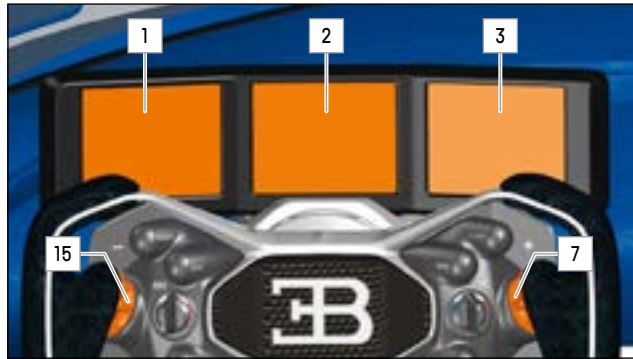

ABB.7 DISPLAYS UND LENKRAD
Mit Scroll-Rad 7 oder 15 (» Abb.7) am Lenkrad blättern Sie durch die Display-Seiten.
- 7 Scroll-Rad für das Display rechts (3)
- ▶ Mit Scroll-Rad 7 (» Abb.7) am Lenkrad blättern Sie durch die Seiten rechts.
- 15 Scroll-Rad für das Display links (1)
- ▶ Mit Scroll-Rad 15 (» Abb.7) am Lenkrad blättern Sie durch die Seiten links.
▶ Mit Scroll-Rad 7 oder 15 (» Abb.7) am Lenkrad blättern Sie durch die Display-Seiten.
- ▶ Mit Scroll-Rad 1 oder 2 (» Abb.7) am Lenkrad blättern Sie durch die Display-Seiten.